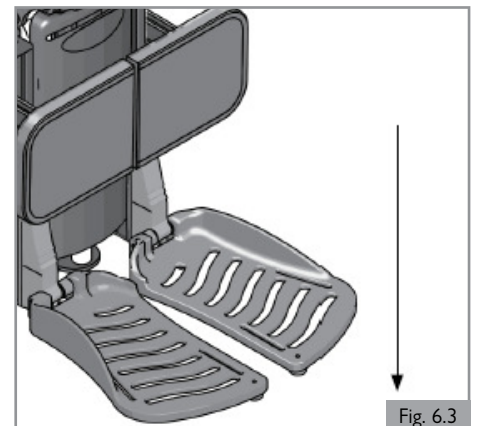

Fig. 6.3
Baje la placa para reposapiés de montaje central (Fig. 6.3)
4. Mueva la palanca del joystick hacia adelante, hasta que las plataformas reposapiés descansen completamente sobre el suelo. (Fig. 6.3)